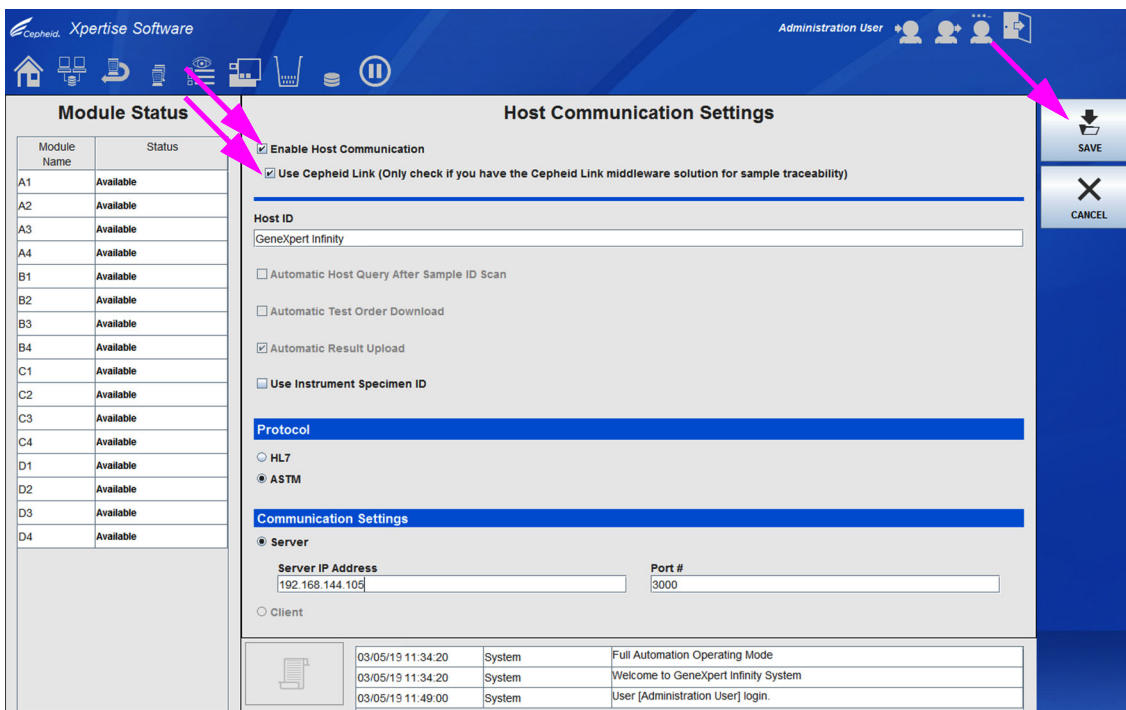

图 2-34. 为 Cepheid Link 配置的主机通信设置工作区
4. 为了启用主机通信，在工作区的左上角选择**启用主机通信 (Enable Host Communication)** 复选框 (见图 2-34)。这可以允许在主机通信设置 (Host Communication Settings) 工作区中选择其他选项。
5. 选择**使用 Cepheid Link (Use Cepheid Link)** 复选框来设置 Cepheid Link 的主机通信。在选择**使用 Cepheid Link (Use Cepheid Link)** 复选框之后，配置过程的大部分将自动完成。请参见图 2-34。
9. 在您已经建立了 Cepheid Link 服务器的主机通信后，选择**保存 (SAVE)**按钮。请参见图 2-34。